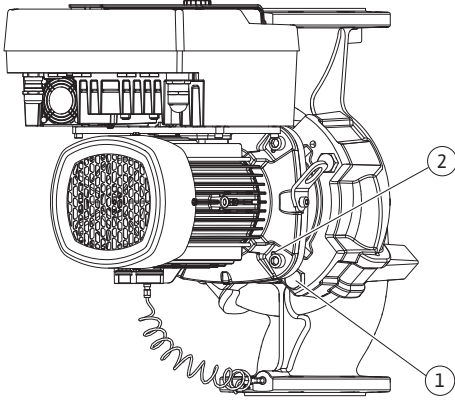

Fig. 104: Takma kitinin dişli delikleri üzerinden dışarı bastırılması (DN 100 ... DN 125)
23. Takma kitini pompa gövdesinden ayırın. Bunun için iki dişli deliğini (bkz. Fig. 104, poz. 1) kullanın.
33. Takma kitini pompa gövdesinden ayırmak için bitişik iki dişli deliği (Fig. 104, poz. 1) kullanın ve müşteri tarafından sağlanan uygun cıvataları kullanın (ör. M10 x 25 mm).